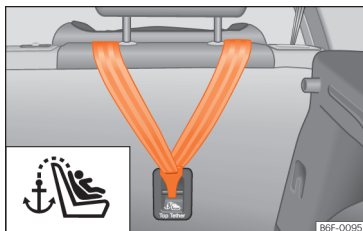

Fig. 37 Parte posterior dos bancos traseiros: argolas de fixação para o cinto Top Tether.
As cadeiras infantis com sistema Top Tether incluem uma correia adicional para fixação a um ponto de fixação no veículo. Este ponto de fixação encontra-se na parte traseira do encosto do banco traseiro (identificado com o símbolo ) e proporciona maior retenção » » **Fig. 37**.
- Deslize a correia e fixe-a corretamente na fixação da parte posterior do encosto » » **Fig. 37**.